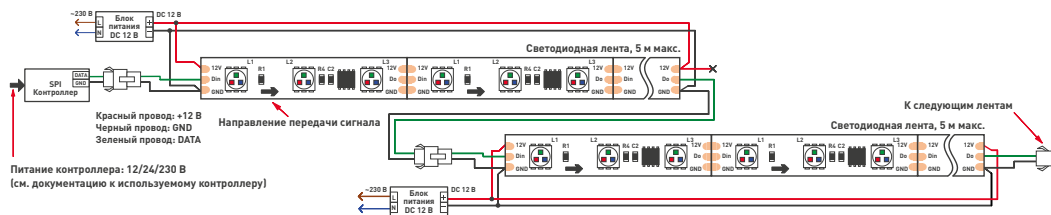
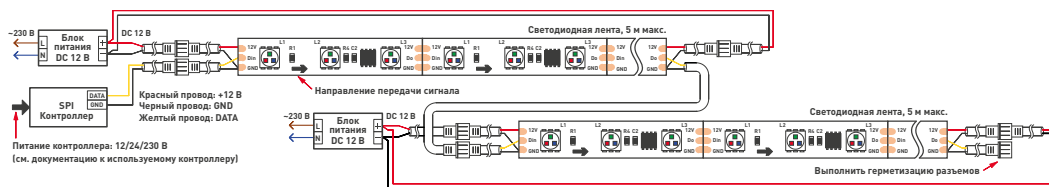
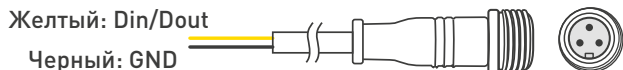

Рис. 1. Схема подключения ленты SPI-5000 и SPI-5000SE.
Рис. 2. Схема подключения лент SPI-5000P и SPI 2-5000PGS.
Рис. 4. Кабели питания и управления
- Подключите ленту по схеме Рис. 1 или Рис. 2 в соответствии с типом ленты, соблюдая полярность и маркировку проводов. При подключении лент и соединении отрезков учитывайте направление передачи цифрового сигнала, указанное стрелкой на ленте. Вход сигнала управления имеет обозначение «Din», выход — «Dout». Для подключения используйте коннекторы из комплекта поставки. Руководствуйтесь маркировкой, нанесенной на ленту (см. таблицу), маркировкой на контроллере и информацией, приведенной на Рис. 3 и Рис. 4.
- Подключите ленту согласно используемой схеме (Рис. 1 или Рис. 2), соблюдая полярность.